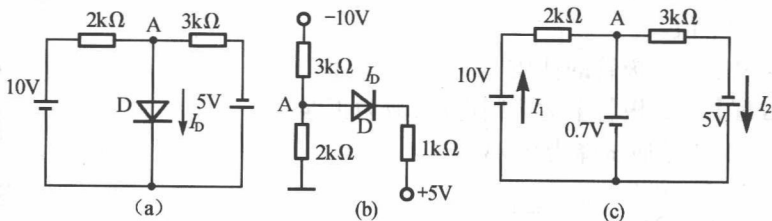

图 15.9
15.2.3 如图 15.9(a)、(b) 所示的电路中, 设二极管导通时的正向压降 $U_D = 0.7\text{V}$ 。计算流过二极管电流 I_D 。
解: (a) 将 D 开路, $U_A = \frac{10+5}{2+3} \times 3 - 5 = 4\text{V}$, D 导通画出其等效电路如图 15.9(c)